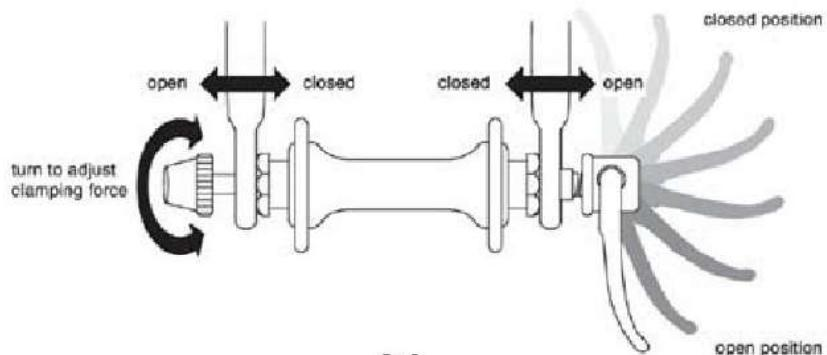

Рис.5
Эксцентриковые зажимы колес используют кулаковый привод для фиксации колеса без инструментов (См. рис.5). Поскольку силу зажима эксцентриков можно регулировать, важно, чтобы Вы понимали механизм их действия, способы их правильного использования, а также чувствовали усилие, которое Вам необходимо приложить для надежного закрепления колеса.
- (3) Придерживая рычаг эксцентрика в положении «Open» (Открыто) одной рукой, другой рукой затяните регулировочную гайку до необходимого значения. (рис.5).
Многие велосипеды GIANT оснащены эксцентриковыми зажимами выноса седла. Они работают по тому же принципу, что и эксцентриковые зажимы колес (См. Раздел 4.A.1), и имеют такую же конструкцию (См. рис.5).